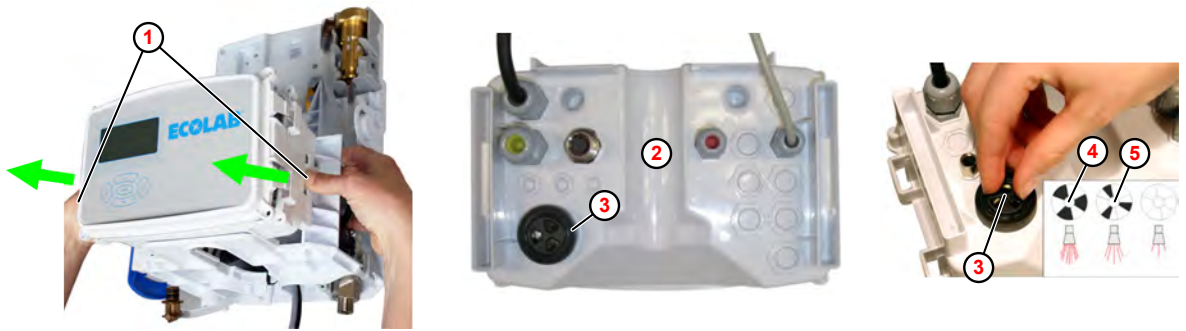

Abb. 7: Alarmlautstärke einstellen
1. ➤ Beide Laschen (Abb. 7 , ①) vom Elektronikgehäuse ② drücken.